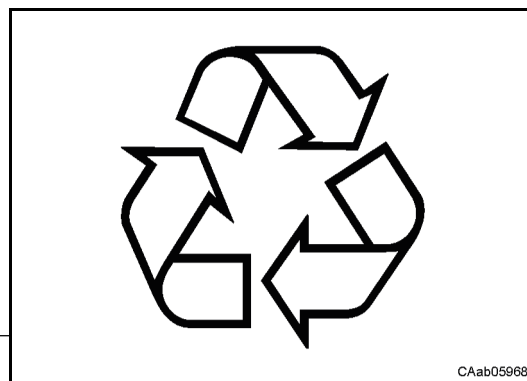

Fig. 20
- I prodotti utilizzati e accompagnati dal simbolo in Fig. 20 devono essere riciclati;
- *Substances used accompanied by symbol in Fig. 20 must be recycled;*